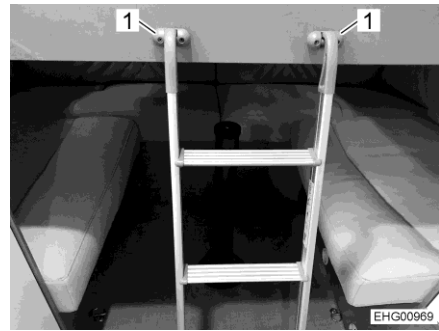

Fig. 69 Scaletta di accesso
- Agganciare la scaletta di accesso ai due supporti (Fig. 69,1). Prestare attenzione a posare la scaletta di accesso in posizione stabile e sicura.